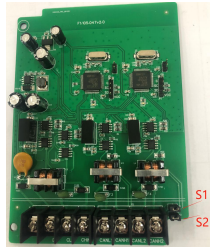

图 4 终端电阻的设置
- 4、终端电阻的设置, 如图 4 所示。插针 S1 对应 CANL1、CANH1 总线, S1 插针短路表示有 120 欧姆终端电阻。插针 S2 对应 CANL2、CANH2 总线, S2 插针短路表示有 120 欧姆终端电阻。